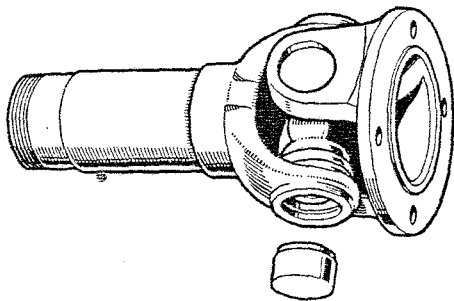

Fig. D-3—Desmontaje del cojinete del yugo, etapa 2.
6. Inviértase la junta y retírese el cojinete (Fig. D-3).